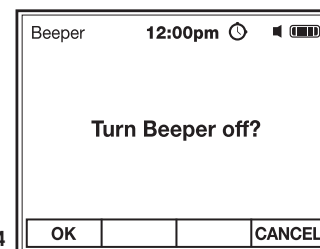

Fig. 24
2. Utilice el botón de función F1 OK para activar la alarma o desactivarla y volver a Ajustes del Medidor (Fig. 24). El símbolo 🔊 aparecerá en la pantalla cuando la alarma esté activada.